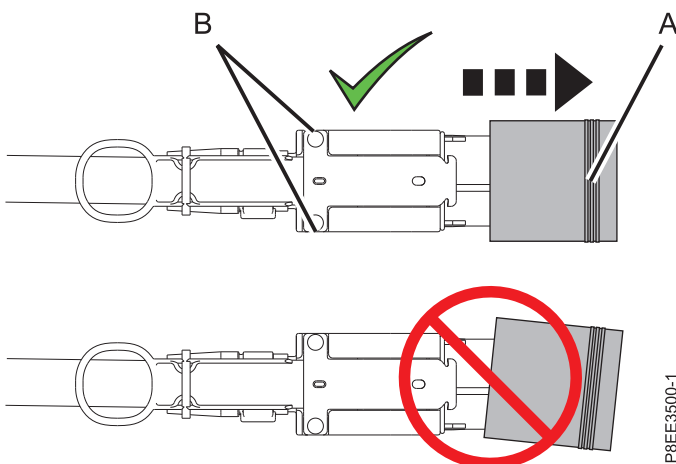

Abbildung 15. Schutzabdeckung vom Stecker des Kabels des Erweiterungseinschubs entfernen
- b. Entfernen Sie die Schutzabdeckung vom Stecker des Kabels des Erweiterungseinschubs. Halten Sie das Kabelgehäuse (**B**) an den kurzen Kanten mit Daumen und Zeigefinger einer Hand. Dann greifen Sie die Abdeckung an der langen Kante (**A**) mit Zeigefinger und Daumen der anderen Hand und ziehen die Schutzabdeckung ab. Siehe Abb. 15.